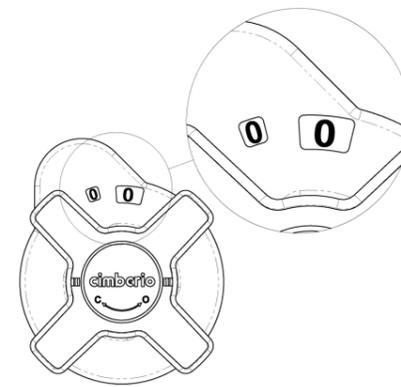

Рис.1
- Положение штока отображается в окне настройки клапана. Левое окно показывает количество полных оборотов, правое окно показывает десятые доли оборота (См. Рис.1).